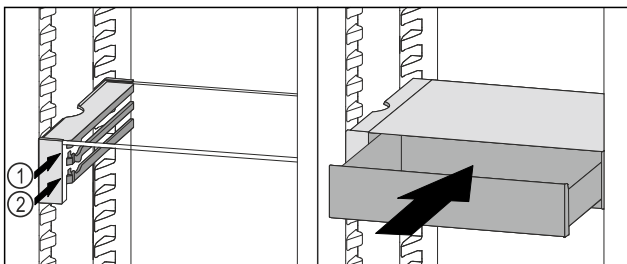

Fig. 81
- VarioSafe-Schubfach hinter den Stopperrn auf gewünschter Rippe Fig. 81 (1) oder Fig. 81 (2) aufsetzen.